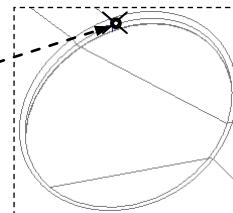
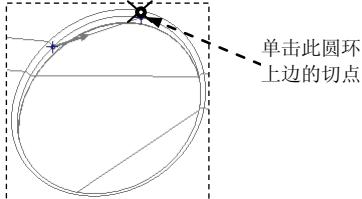

图 21.13 单击圆环左边交点
图 21.14 单击圆环上边切点
(2) 单击图 21.13 所示的圆环左边交点，然后将模型调整到图 21.14 所示的视图方位，单击圆环上边的切点。
(3) 在系统弹出的“曲线：通过点”操控板中单击 **完成** 按钮。完成基准曲线 3 的创建。